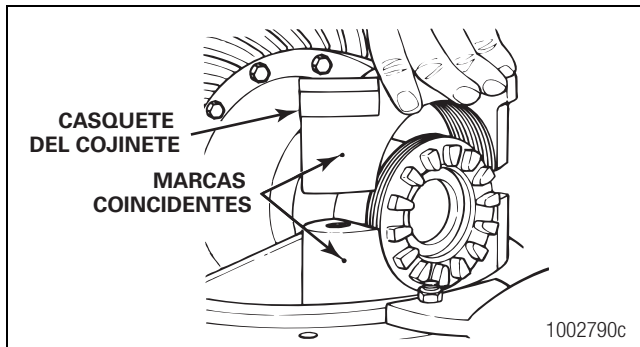

Figura 5.34
8. Instale los casquetes del cojinete sobre los cojinetes y anillos de ajuste en el lugar correcto, marcado antes de desmontarlos. Figura 5.34.